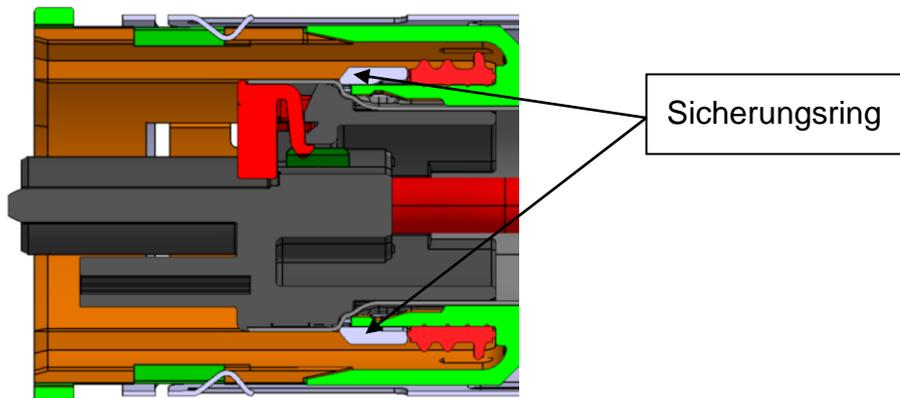

Bild 71: Maximaler Durchmesser des Sicherungsringes nach der Montage
- Bei der Montage des Verriegelungshülse ist zu beachten das der Sicherungsring (siehe Bild 71) nicht beschädigt / aufgesprengt wird.